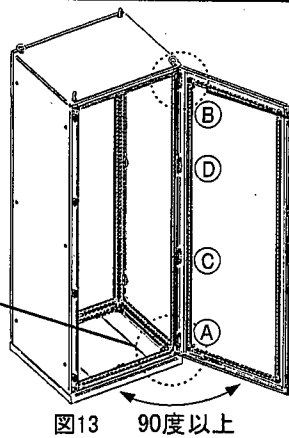

図13 90度以上
④下部、③上部、②中央下部、①中央上部の順で行ってください。(図13)